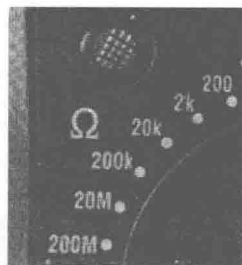

图 1-21 万用表的欧姆档量程
3) 选择合适的档位进行测量, 注意与指针式万用表不同, 数字式万用表的欧姆档所标数字值都是量程, 如图 1-21 所示。